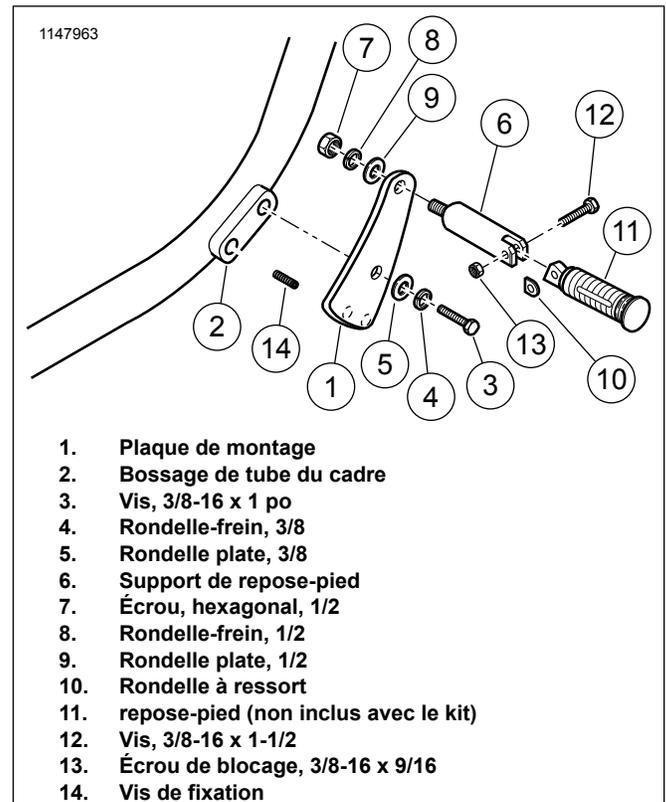

Figure 1. Installation du repose-pied et du kit montage de repose-pied (côté droit du véhicule)
1. Voir Figure 1 . Installer la vis de fixation (14) dans le trou inférieur sur le bossage du tube du cadre (2) en laissant exposés 5 mm de la vis de fixation (soit trois filets).
2. Mettre la plaque de montage du repose-pied d'autoroute (1) en position. Pour une position du repose-pied plus basse, placer le trou caché inférieur de la plaque de montage au-dessus de la vis de fixation. Pour une position de repose-pied plus élevée, placer le trou caché supérieur de la plaque de montage au-dessus de la vis de fixation. Fixer la plaque de montage au bossage du tube du cadre en utilisant 25 mm. vis longue (3), rondelle-frein (4) et rondelle plate (5) du kit. Serrer.